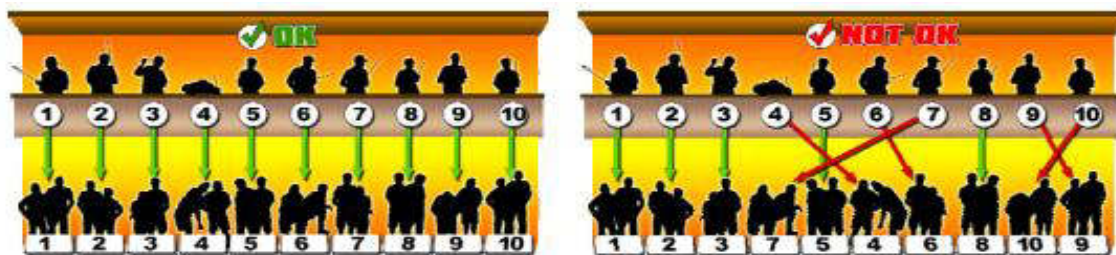

Figura 30: Disposizione dei Meccanici e dei Piloti nel palco
a) Vedere le Norme Generali di Gara del Capitolo 3 paragrafo 3.15 di pagina 17, ad eccezione che, in tutte le Finali A, B, C, ... di ogni categoria, a tre (3) minuti dal VIA viene consigliato dal Direttore Gara di eseguire il rifornimento del modello. Mentre, a due (2) minuti dal via viene chiuso l'ingresso della corsia dei box. Infine, ad uno minuto (1) dal via, viene chiusa l'uscita della corsia dei box;
b) Tutte le auto che non riescono ad allinearsi in griglia entro i sessanta (60) secondi, partiranno dalla pit-lane in coda ai modelli regolarmente schierati e partiti;
d) Prima della partenza della Finale A di ciascuna categoria, verrà eseguita la foto e la presentazione al pubblico dei Piloti finalisti da parte del Direttore di Gara. Durante la chiamata, il Pilota, dovrà salire sul palco e scegliersi il posto di maggiore preferenza per la sua guida. Successivamente, i Meccanici (o Meccanico) ad esso associati, dovranno occupare, ove possibile, la casella della corsia dei box di rifornimento corrispondente e situata sotto al Pilota. Per una maggiore chiarezza di esposizione si faccia riferimento alla Figura 30 di pagina 66.